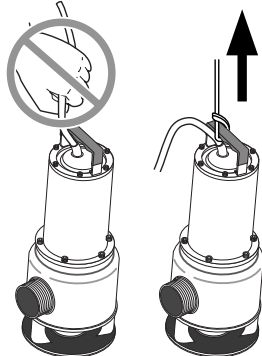

Figure 1
**⚠ AVERTISSEMENT** **Risque de secousses électriques. Les secousses électriques peuvent brûler, voire tuer.** Ne pas lever la pompe par son cordon électrique. Se reporter à la rubrique «Pour lever la pompe» et à la Figure 1.
**⚠ AVERTISSEMENT** Risque de secousses électriques. Les secousses électriques peuvent brûler, voire tuer. Ne pas lever la pompe par son cordon électrique. Se reporter à la rubrique «Pour lever la pompe» et la Figure 1, page 4.